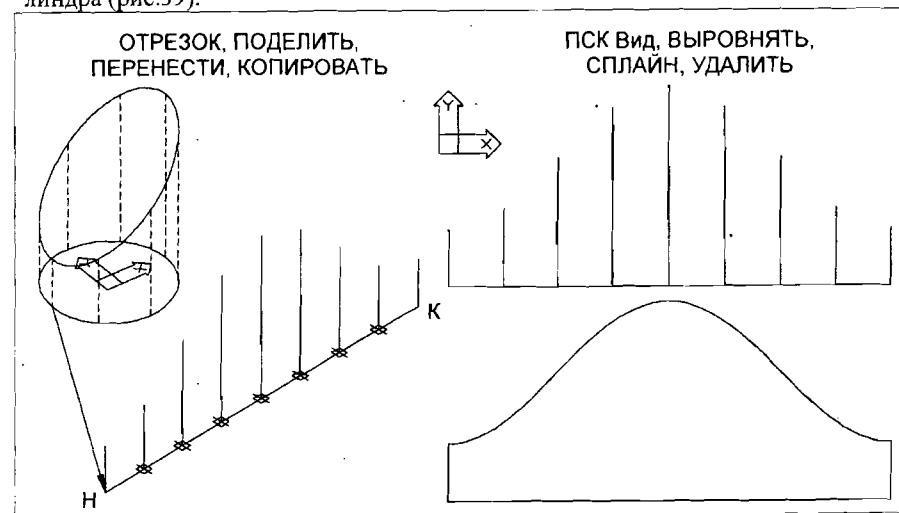

Рис.39
6. Командой ОТРЕЗОК (LINE) на свободном месте чертежа построить отрезок параллельно оси X с длиной, равной длине окружности основания цилиндра (рис.39).
Примечание. На рис.39 штриховой линией условно показаны образующие в исходных положениях.